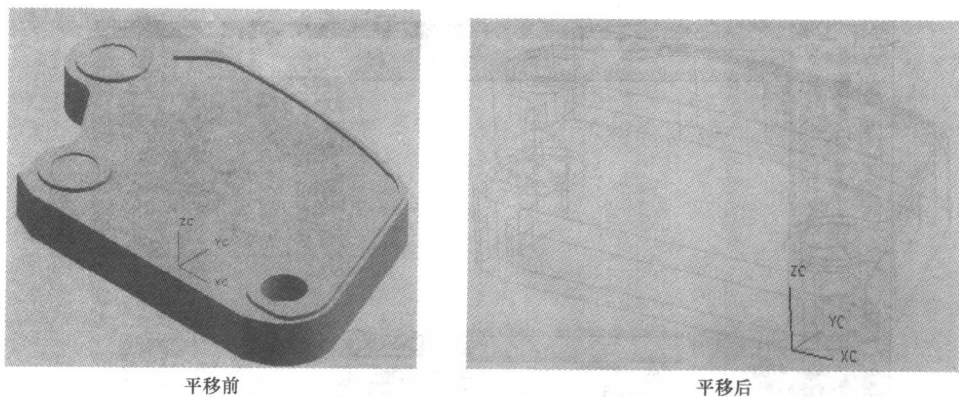

图 1-5 平移坐标系
4) 在主菜单中选择【WCS | Origin】命令，打开【点构造器】对话框，选择【端点】图标，选择下图所示直线，移动坐标系，然后选择【Mold CSYs】(模具坐标系)图标，确认当前坐标系为工作坐标系，如图 1-5 所示。